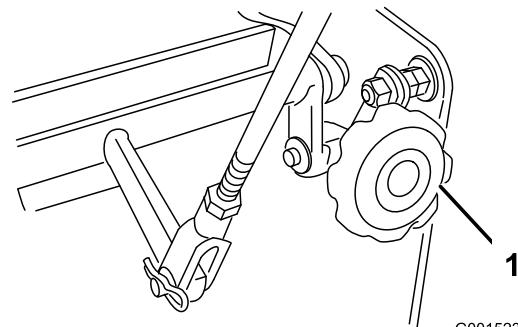

Figure 44
- Si la machine se déporte d'un côté ou de l'autre, tournez le bouton Quick-Track. Tournez le bouton à droite pour diriger la machine vers la droite, et à gauche pour diriger la machine vers la gauche (Figure 44).